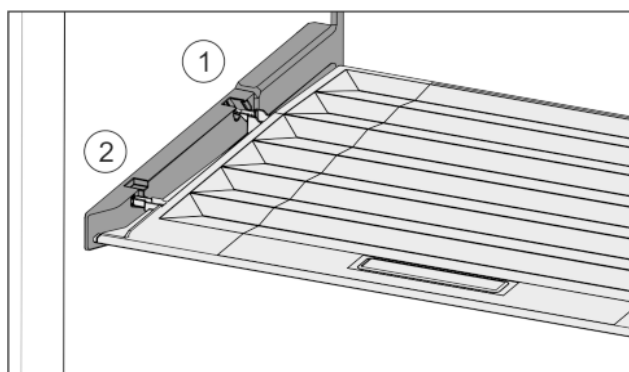

Fig. 16
- ▶ Dekselranden via de opening van de achterste houder Fig. 16 (1) aanbrengen en van voren in de houder Fig. 16 (2) klikken.